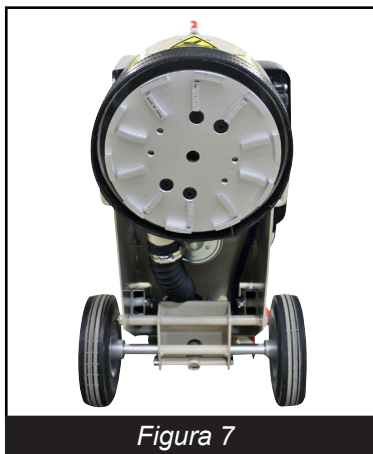

Figura 7
Si la parte posterior del disco de pulido está más alta (sin tocar la superficie de trabajo) que la parte frontal del disco (que toca la superficie de trabajo) gire este control (Figura 7) en sentido contrario a las agujas del reloj hasta que el disco quede nivelado (plano) sobre la superficie de trabajo.
Si la parte frontal del disco de pulido está más alta (sin tocar la superficie de trabajo) que la parte posterior del disco (que toca la superficie de trabajo) gire este control (Figura 7) en sentido a las agujas del reloj hasta que el disco quede nivelado (plano) sobre la superficie de trabajo.
- Inspeccione el disco (Figura 7) periódicamente para determinar sus características de desgaste, si aparecen signos de desgaste irregular, se debe identificar la causa y corregirla. Si necesita reparaciones, comuníquese con EDCO o con su representante de EDCO.